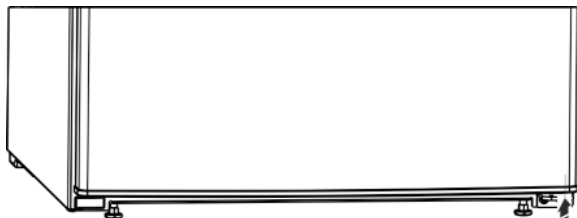

Fig. 8
- Reinscrivere il distanziatore Fig. 8 (13) a destra in basso nella porta in quanto risulta importante per la stabilità dell'apparecchio.